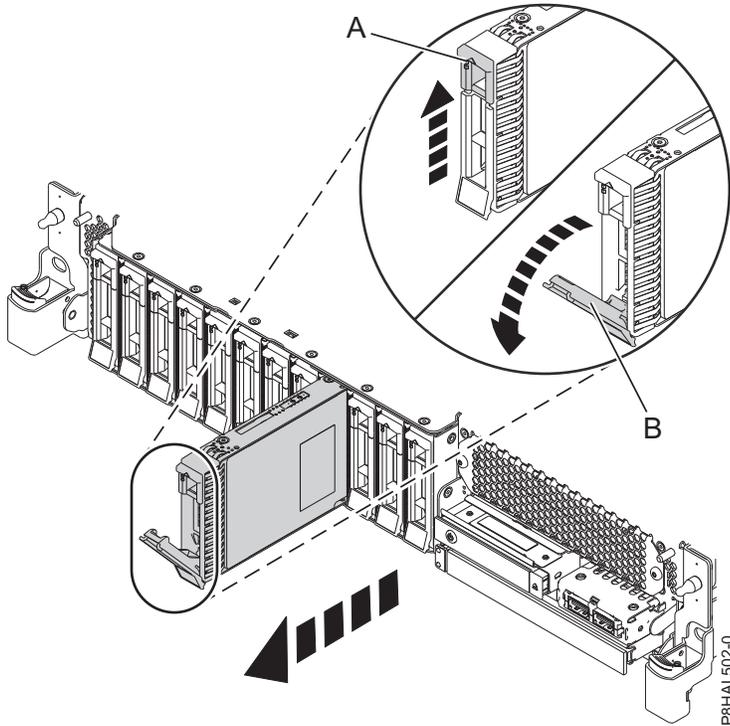
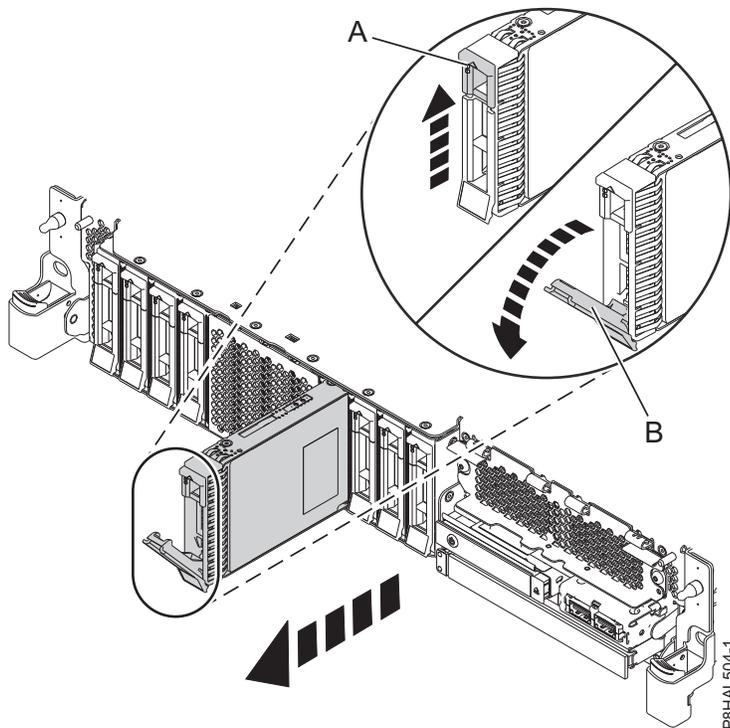

Figura 74. Extracción de una unidad de disco de un sistema de función base
Figura 75. Extracción de una unidad de disco de un sistema de función ampliada
5. Cuando se encienda el LED de identificación con una luz fija, desbloquee el asa de la bahía de unidad (**B**) presionando el pestillo del asa (**A**) y tirando de él hacia usted, como se muestra en la Figura 74 en la página 80 y la Figura 75 en la página 80. Si el asa no está extendida del todo, la unidad de estado sólido no se puede deslizar hacia fuera del sistema.